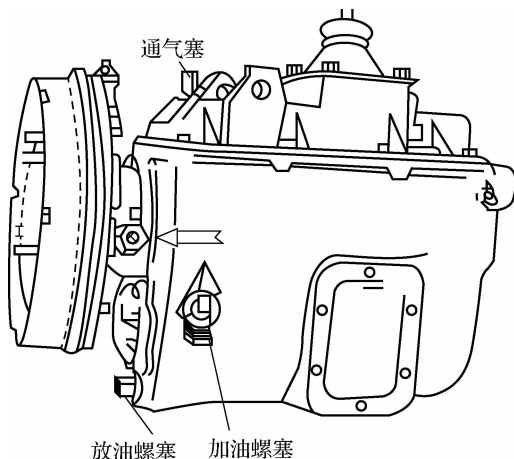

图 6-19 检查通气塞、放油螺塞及加油螺塞
(1) 检查各紧固螺钉是否松动。若松动,予以紧固。
(2) 检查变速器润滑油是否过多。若过多,应按规定放出多余的润滑油。
(3) 检查通气塞是否堵塞,如图 6-19 所示。若堵塞,要加以疏通。
(4)检查放油螺塞、加油螺塞是否松动、滑扣,如图 6-19 所示。若松动,加以紧固;若滑扣,视情进行修理或更换。